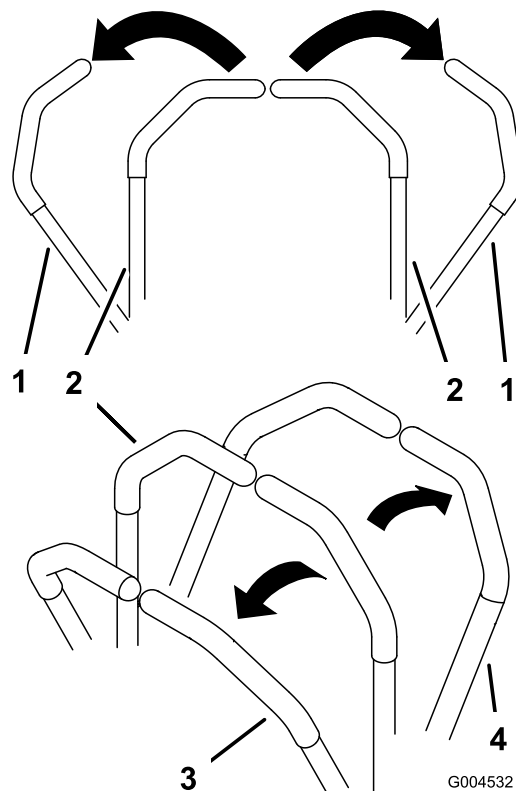

Figura 17
3. Per fare marcia avanti spingete lentamente in avanti le leve di controllo del movimento (Figura 17).
Per spostarvi in linea retta, applicate una pressione identica su entrambe le leve di controllo del movimento (Figura 17).
Per girare, spostate la leva di controllo del movimento verso il folle, nella direzione in cui volete voltare (Figura 17).
2. Per fare marcia indietro tirate lentamente indietro le leve di controllo del movimento (Figura 17).
Per girare, rilasciate la pressione sulla leva di controllo del movimento verso la direzione in cui volete voltare (Figura 17).